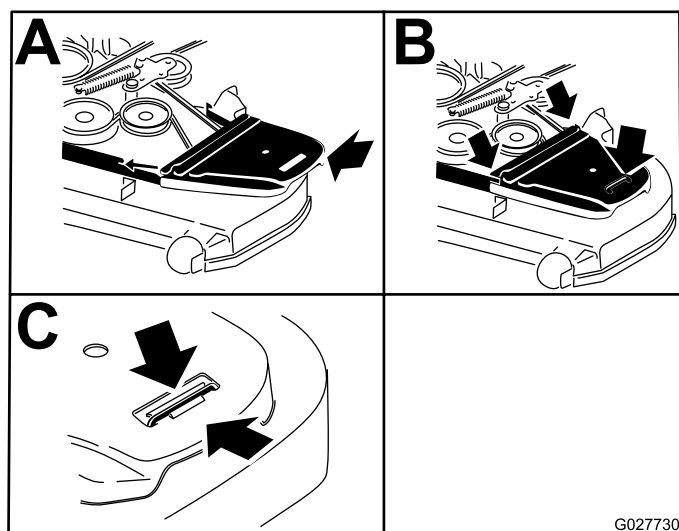

Figure 82
12. Posez les couvercles de courroie (Figure 82).